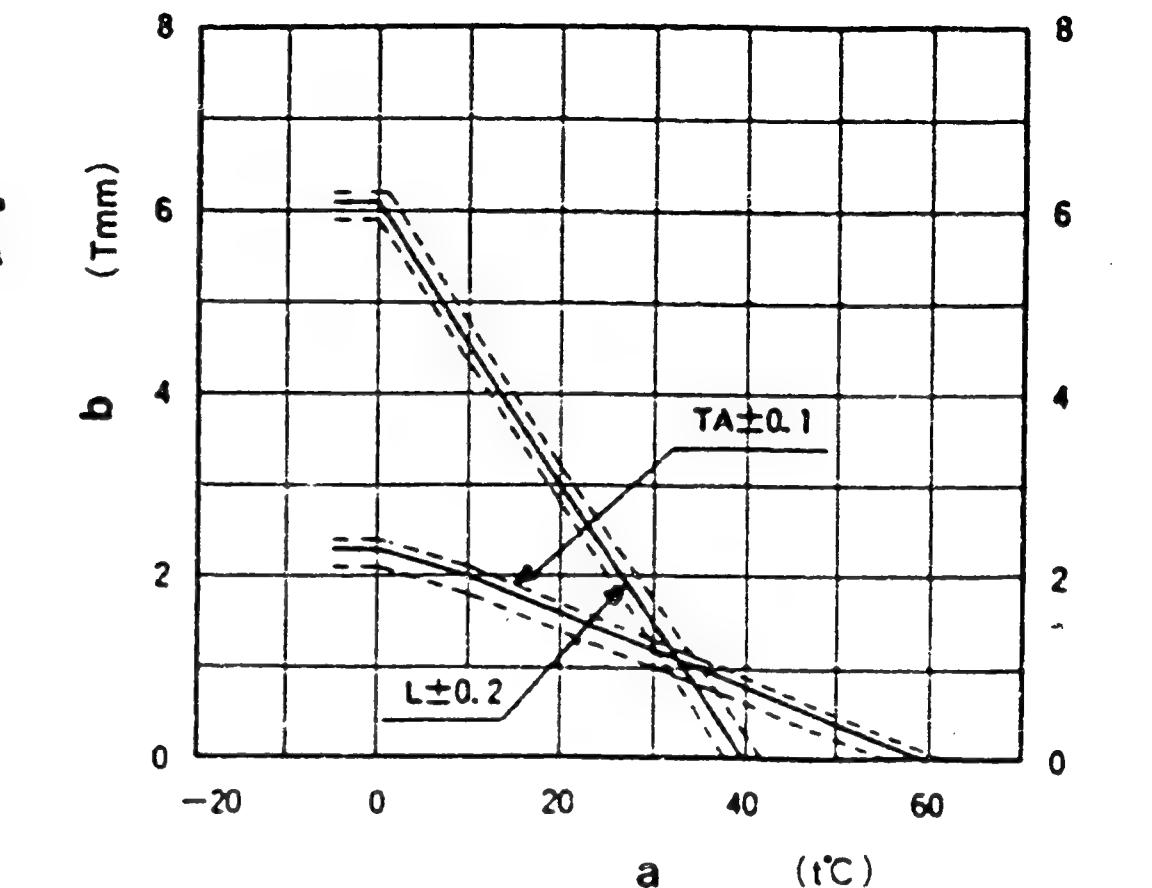

Bild 32
- 1) Aus dem Diagramm (Abb. 32) den Spritzverstellerhub für die Lufttemperatur zum Zeitpunkt der Einstellung ablesen.
1. Aus Abb. 32 die Größe des Spalts zwischen dem Leerlaufhebelbolzen und dem Verstellhebel für die Lufttemperatur zum Zeitpunkt der Einstellung ablesen.